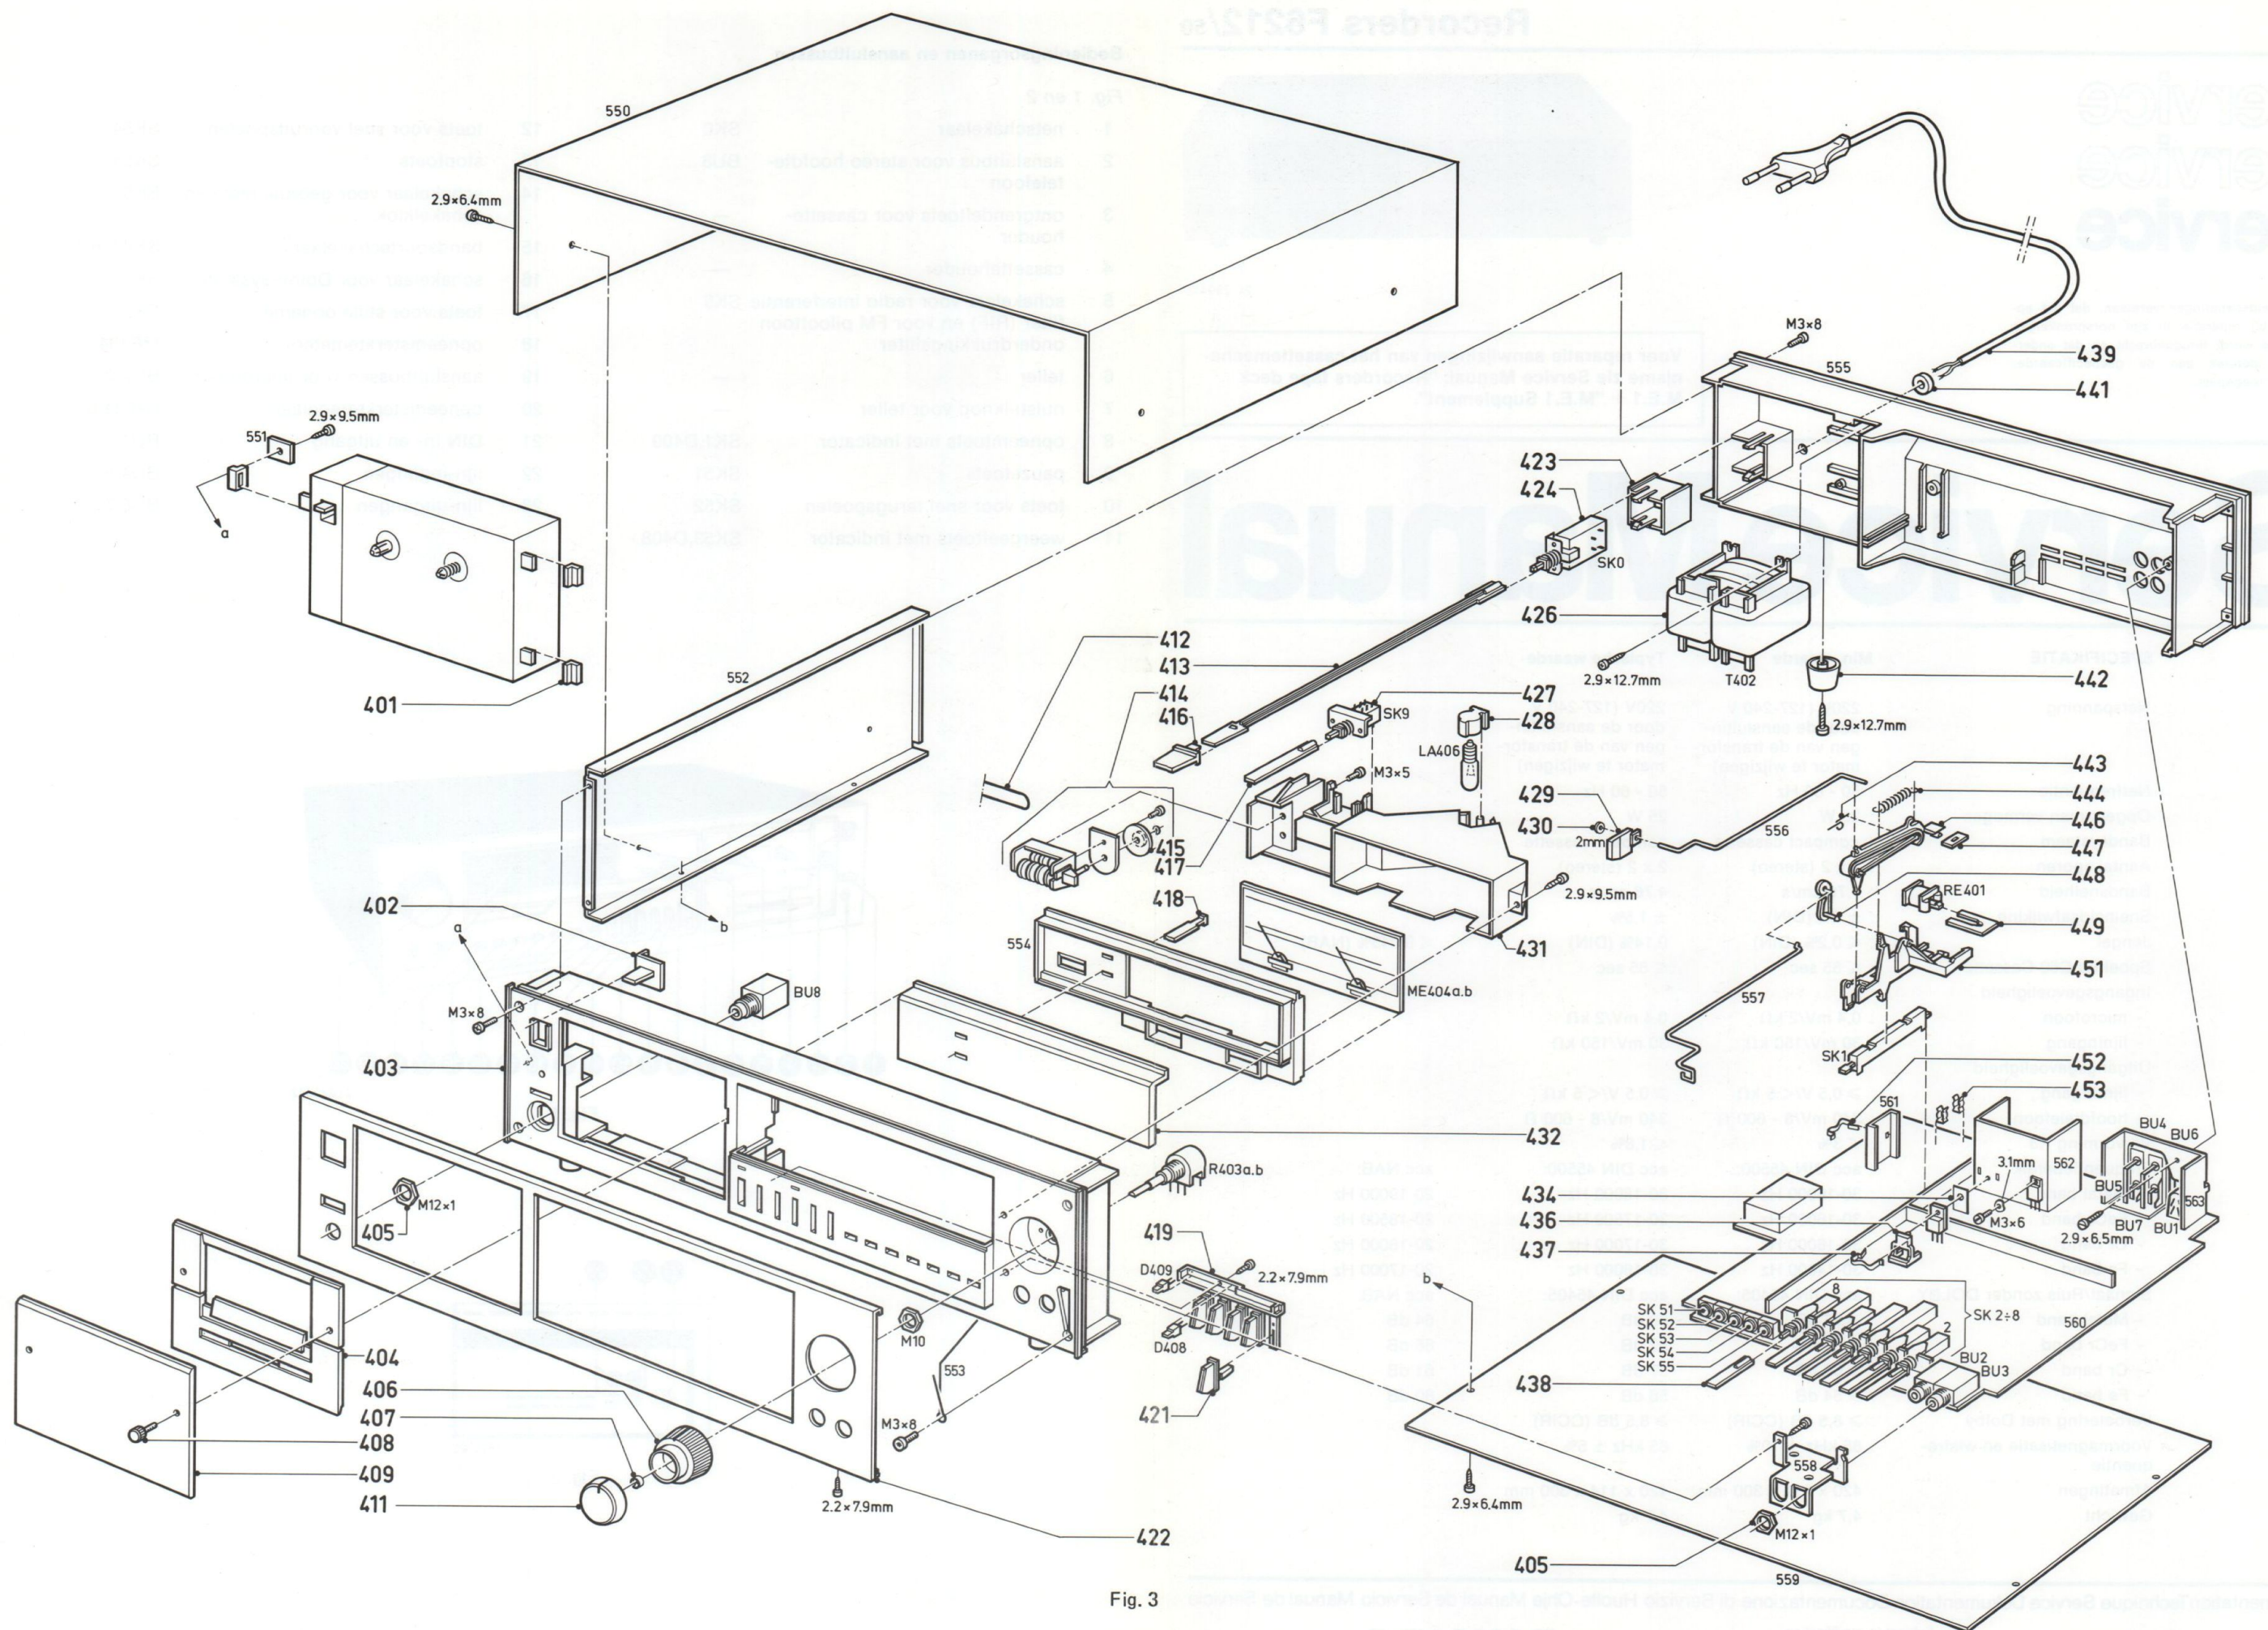

Fig. 3
In dit type apparaat is een automatische stopschelaar gemonteerd op de mechanische teller (pos. 414 in fig. 3). Zorg ervoor dat bij het testen van de loopwerkfuncties: Play, Wind en Rewind de tellersnaar (pos. 412 in fig. 3) is aangebracht en schakelaar SK58 (fig. 10) is aangesloten.